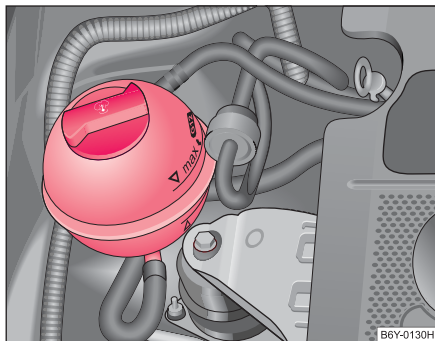

Fig. 129 Compartiment moteur: Vase d'expansion du liquide de refroidissement
- Contrôlez le niveau dans le vase d'expansion de liquide de refroidissement ⇒ fig. 129. Le niveau de liquide de refroidissement doit arriver entre « MIN » et « MAX » si le moteur est froid. Il peut légèrement dépasser la marque « MAX » si le moteur est chaud.
- Mettez un chiffon sur le bouchon du vase d'expansion du liquide de refroidissement ⇒ page 183, fig. 129 et desserrez **prudemment** le bouchon en le faisant tourner à gauche ⇒ .